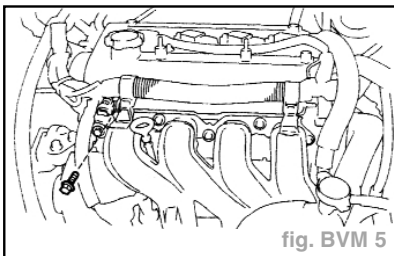

fig. BVM 5
- Déposer le boulon (fig. BVM 5).